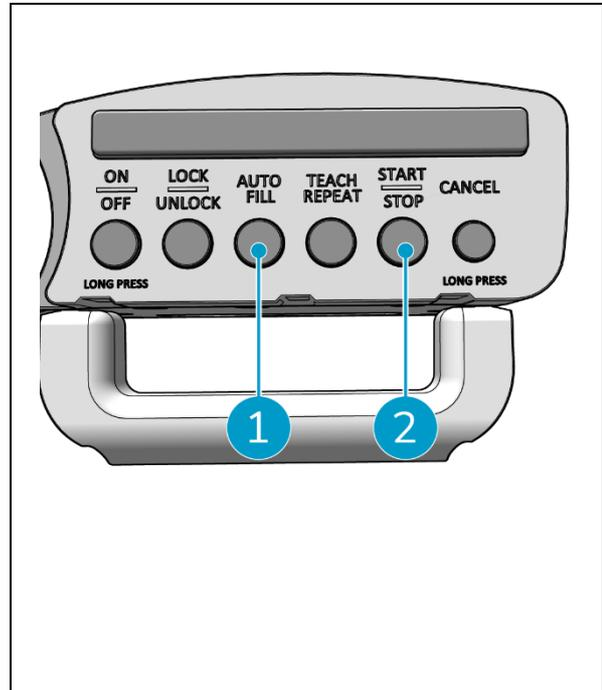

Figure 26
2. Appuyez sur le bouton Auto Fill (Figure 26, pos. 1). La touche Auto Fill devient blanche.
4. Appuyez sur le bouton Start (Figure 26, pos. 2) pour commencer le nettoyage automatique. Après le nettoyage, l'i-walk revient au point de départ et s'arrête automatiquement.
5. Appuyez sur le bouton Stop (Figure 26, pos. 2) à tout moment pendant le nettoyage pour arrêter l'i-walk et utiliser l'application pour éditer la carte de nettoyage, voir 6.5.4.